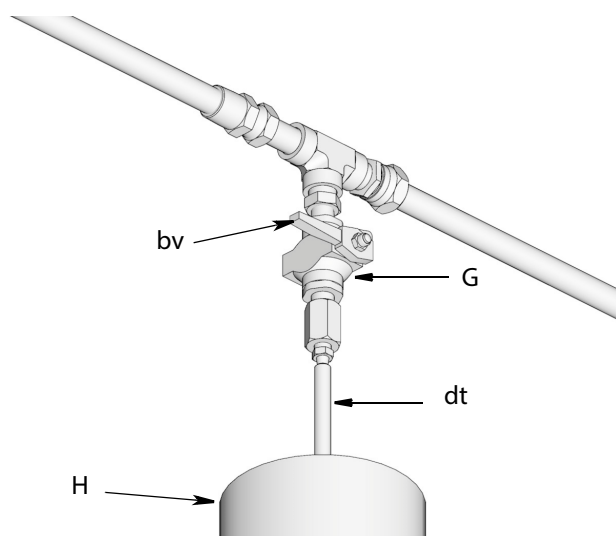

Рис. 19: Показана установка на линии
- а. Для сброса давления между заполнительным насосом и автоматическим запорным устройством для заполнения откройте шаровой клапан (bv) (Рис. 19). Давление сбросится и лишняя жидкость стечет через дренажную трубку (dt) в резервуар сбора смазки (Н).